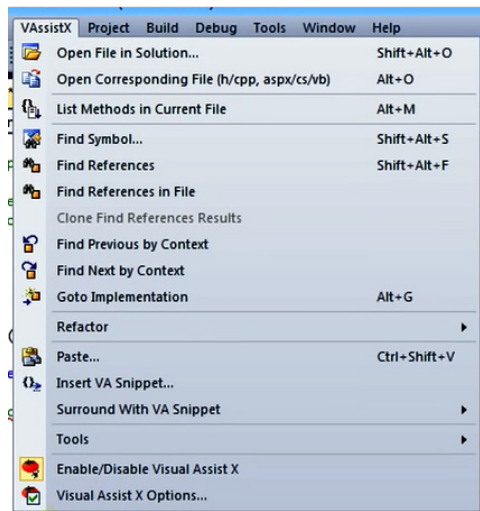

Рисунок 6.8 – Вибір опції усунення підкреслень
2) Усунення підкреслення, даний спосіб буде ефективнішим та кращим за перший. Для цього потрібно натиснути на панелі меню *VAssistX – Visual Assist X Options* (рис. 6.8):